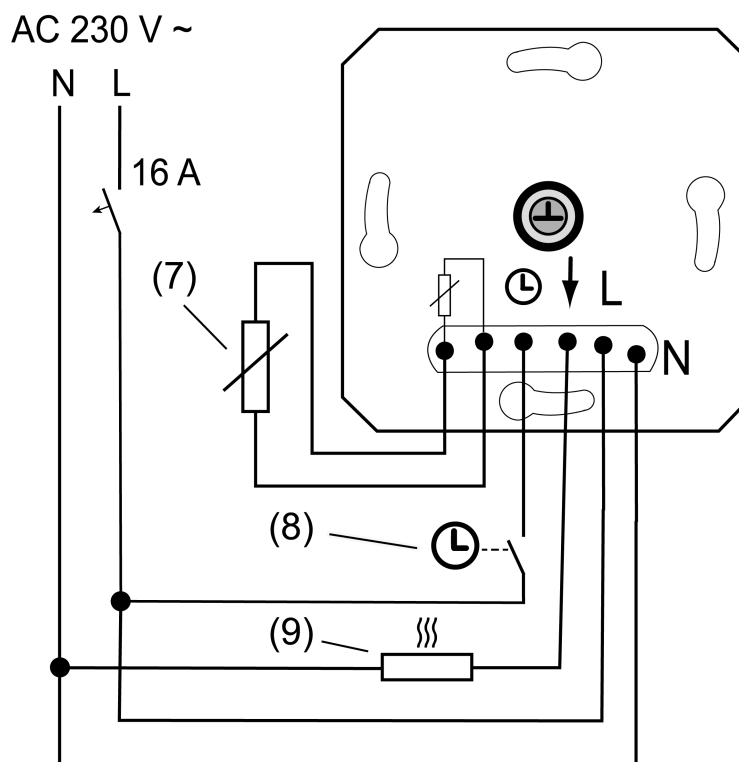
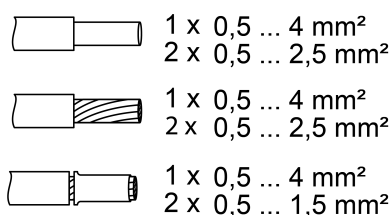

рисунок 2: Пример подключения вставки
рисунок 3: Сечение провода под клемму
- (7) Внешний датчик температуры (дистанционный датчик)
- (8) Контакт для переключения центральных часов
- (9) Электрическая система отопления в полу
- Подключите вставку (1) согласно монтажной схеме (см. рисунок 2). Соблюдайте сечение проводов (см. рисунок 3).
- Подключите вход в режиме понижения температуры \ominus через контакт переключения центральных часов (8). При 230 В на входе настроенная заданная температура понижается на 4 °С.
- Установите рамку (2), центральную плату (4) и кнопку управления (5).